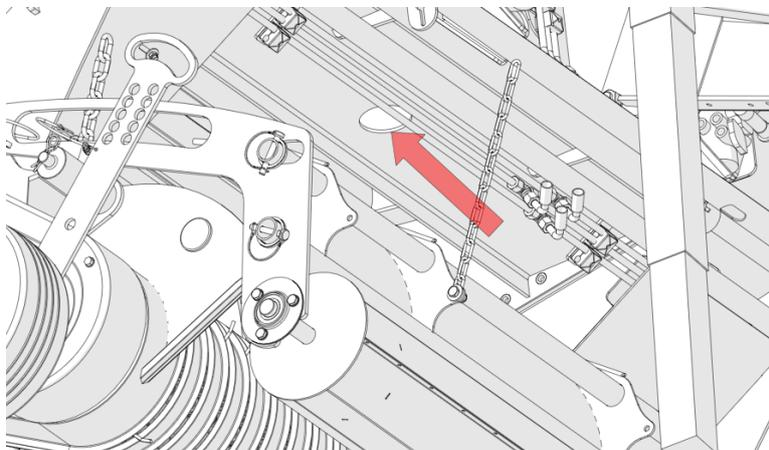

Рисунок 69. Сливная пробка
- Отвинтите и снимите заглушку, расположенную на дне коробки передач (рис. 69). Доступ к нему осуществляется через отверстие в нижней передней балке над подборщиком;